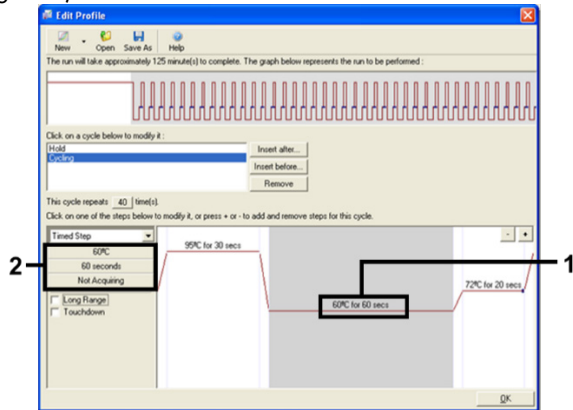

Figura 7. Fase di ciclaggio a 60 °C.
9. Evidenziare il secondo passaggio e impostare su 60 °C per 60 secondi. Fare clic su Not Acquiring (No acquisizione) per consentire l'acquisizione dei dati durante questo passaggio. (Figura 7).